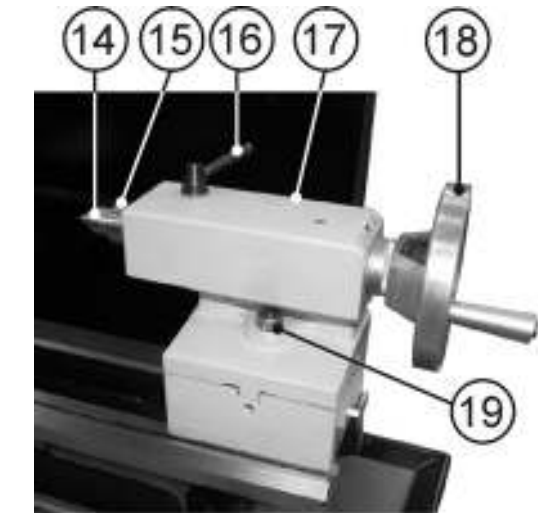

Рис. 10
фиксирующей положение задней бабки (17). Поверните ручку фиксации (16) положения пиноли против часовой стрелки. Маховиком (18) перемещения пиноли по часовой стрелке подожмите центр (14). Поворотом ручки фиксации (16) положения пиноли по часовой стрелке зафиксируйте установленное положение пиноли (15), Рис. 10.